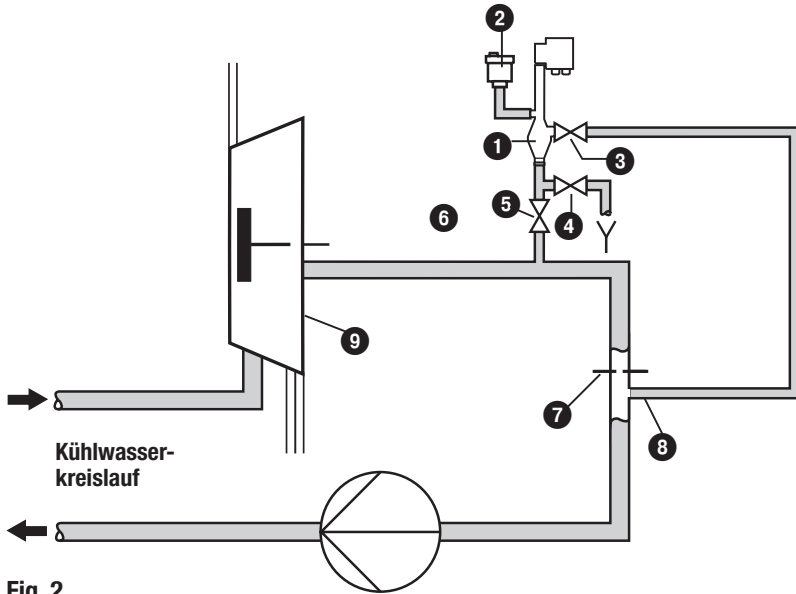

Fig. 2
- Bitte beachten Sie die Einbaubeispiele auf Seite 10, **Fig. 2**, **Fig. 3**
- **Fig. 2** Einbauvorschlag für günstigste Anordnung des Messgefäßes.